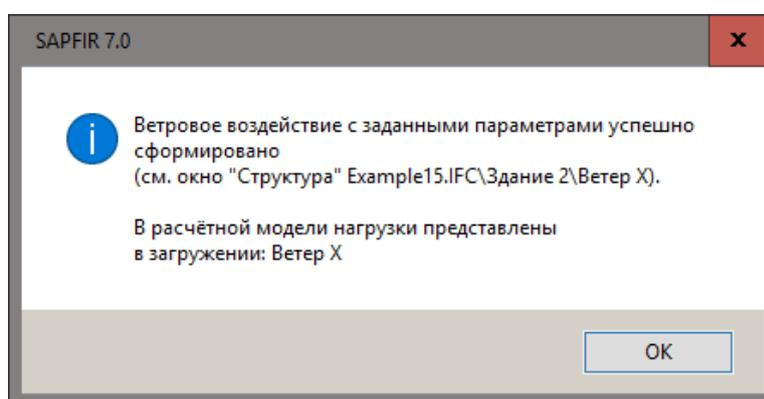

Рис.15.29. Диалоговое окно **SAPFIR 7.0**
- В открывшемся диалоговом окне **SAPFIR 7.0** (рис.15.29) щелкните по кнопке **ОК**.